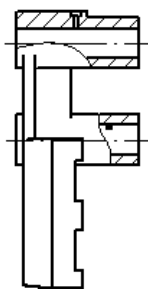

图 10.4.36 标注中心线 2
(3) 参照 (1) ~ (2) 的详细操作步骤, 标注图 10.4.36 所示的中心线。